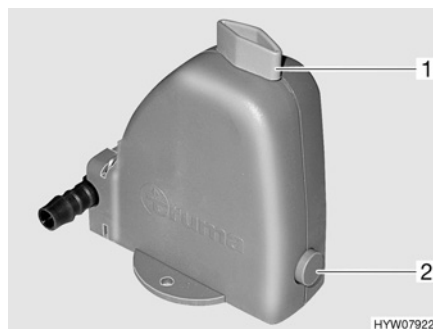

Bild 87 Säkerhets-/avtappningsventil
Värmesystemet är utrustat med en säkerhets-/avtappningsventil (Bild 87). Säkerhets-/avtappningsventilen gör så att vattnet i varmvattenberedningen inte fryser till is när det är frost och värmesystemet inte är påslagen.
- Stäng säkerhets-/avtappningsventilen. Ställ vredet (Bild 87,1) diagonalt mot säkerhets-/avtappningsventilen och tryck in tryckknappen (Bild 87,2).
- Öppna säkerhets-/avtappningsventil. Vrid då vredet (Bild 87,1) mot säkerhets-/avtappningsventilen. Tryckknappen (Bild 87,2) skjuts ut. Nu töms varmvattentanken via säkerhets-/avtappningsventilen utomhus.